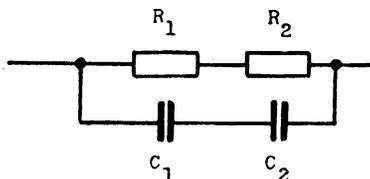

Fig. 57
57. In einer Demodulationsschaltung gemäß Fig. 57 beträgt die Zeitkonstante $T = 50\ \mu\text{s}$. Wie groß ist C_1 , wenn $R_1 = 430\ \text{k}\Omega$, $R_2 = 68\ \text{k}\Omega$ und $C_2 = 200\ \text{pF}$ sind?